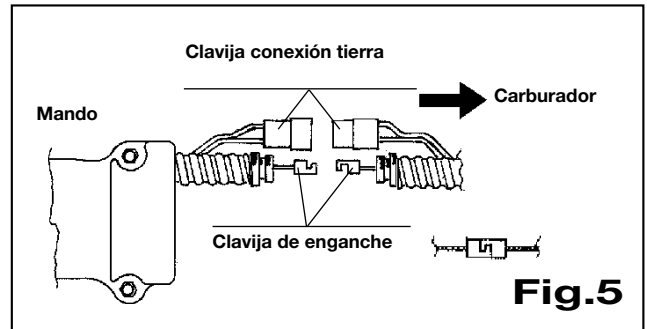

Fig.5
**Conexión del cable mando gas para máquinas con transmisión flexible (Fig. 5):**